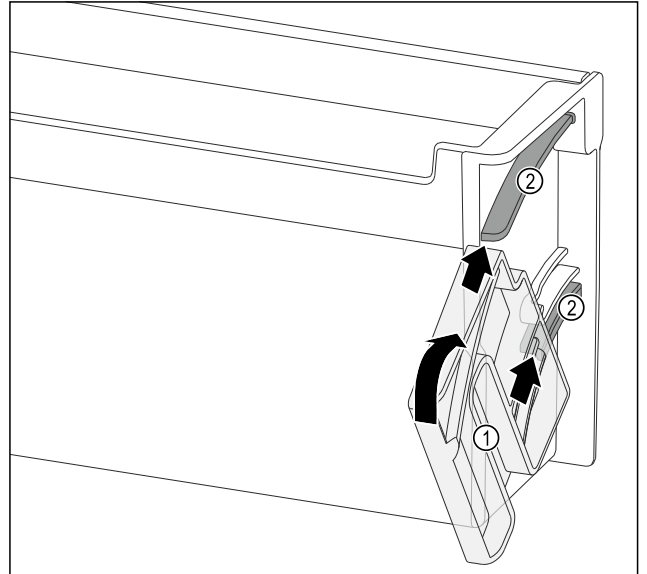

Fig. 147
- ▶ 定位旋转单元 Fig. 147 (1)，使槽正好与门边存放架的导向槽 Fig. 147 (2) 相对。
- ▶ 沿指定方向转动旋转单元 Fig. 147 (1)。